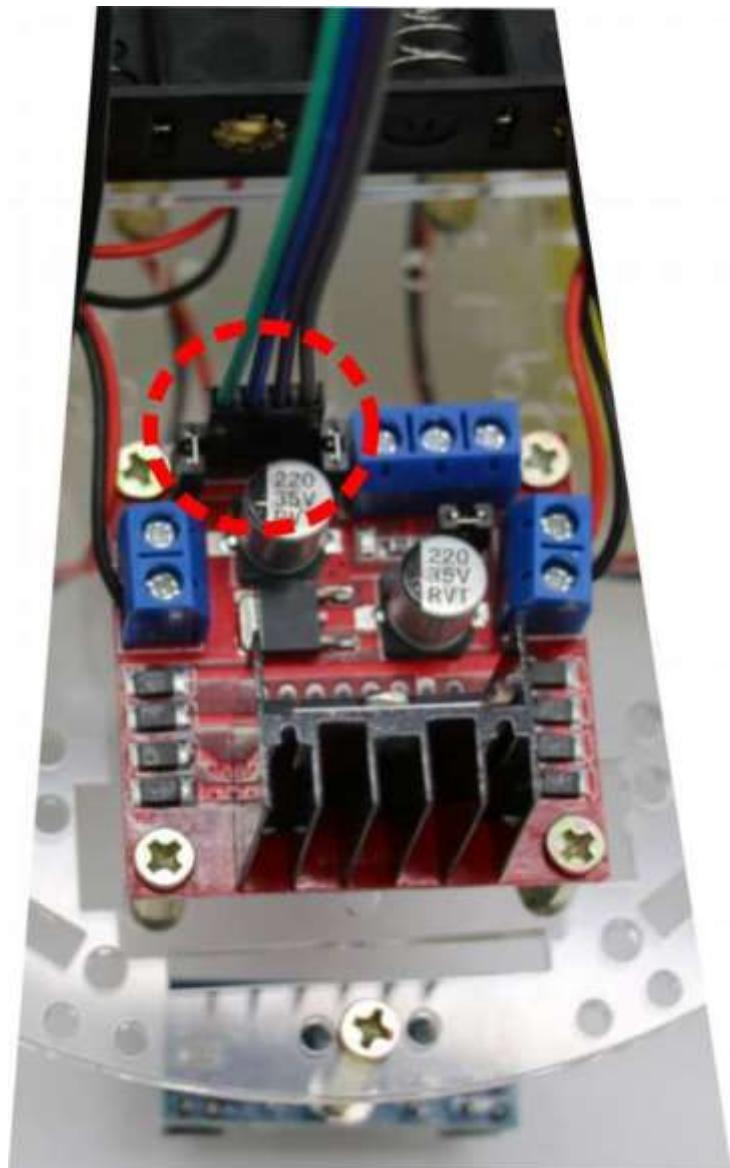

Figure 7 – 3 : Vue de l'autre extrémité du connecteur connecté au module de contrôle des moteurs.
Étape 7: Connexion entre le module de contrôle des moteurs et le module Shield**Figure 7 – 1 : Emplacement des contacts sur le module Shield****Figure 7 - 2 : Connecteur connecté sur le module Shield**